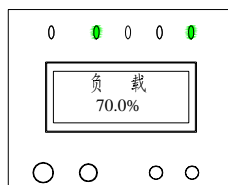

图 3-9
2. 系统运行正常后，逐步投入负载，可通过 LCD 显示屏查询负载情况，如图 3-9 所示。